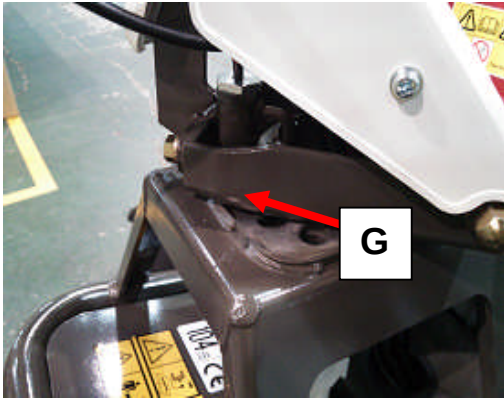

Figure 19
- Lubrifiez les point repérés G&A sur les figures 19 20 21 avec de l'huile fine.